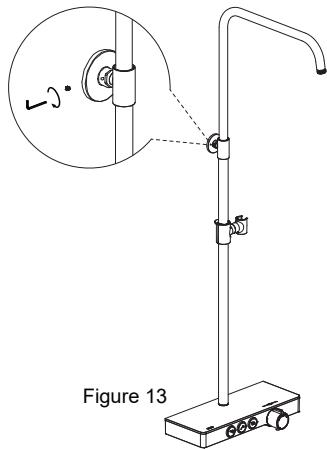

Figure 13
- d) Raccordez le connecteur de tuyau au support mural et utilisez la clé Allen pour le fixer (Figure 13).